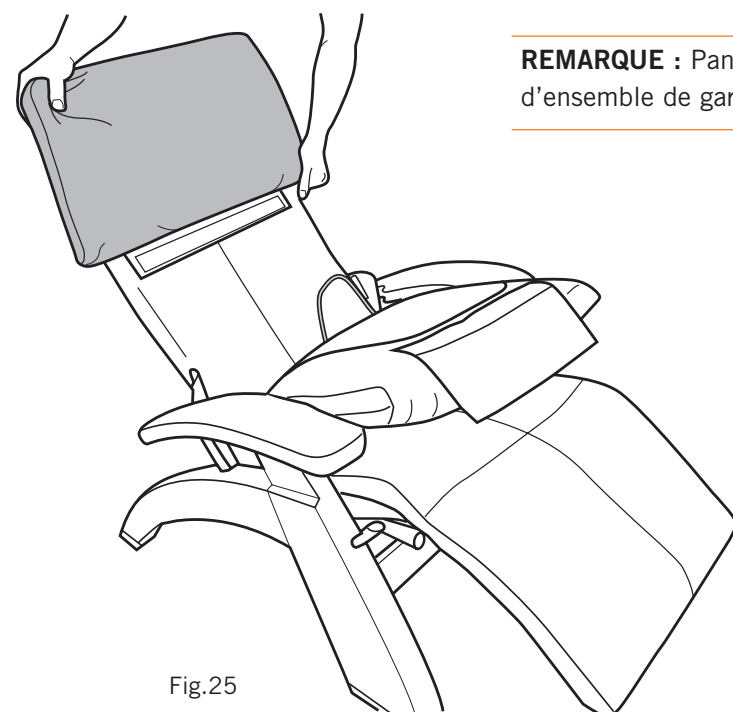

Fig.25
2. Faites glisser le coussin d'appui-tête avec dos complet couvrant le cadre d'appui-tête (Fig.25).